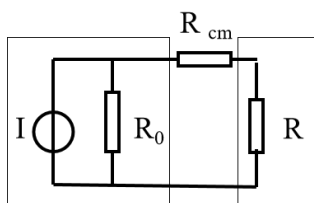

图 1 变送器与调节器连接原理图
1、图 1 为变送器与调节器连接原理图，设 $R_0=10M\ \Omega$ ， $R_{CM}=2\ \Omega$ ， $R=250\ \Omega$ ，试计算电流传输误差。